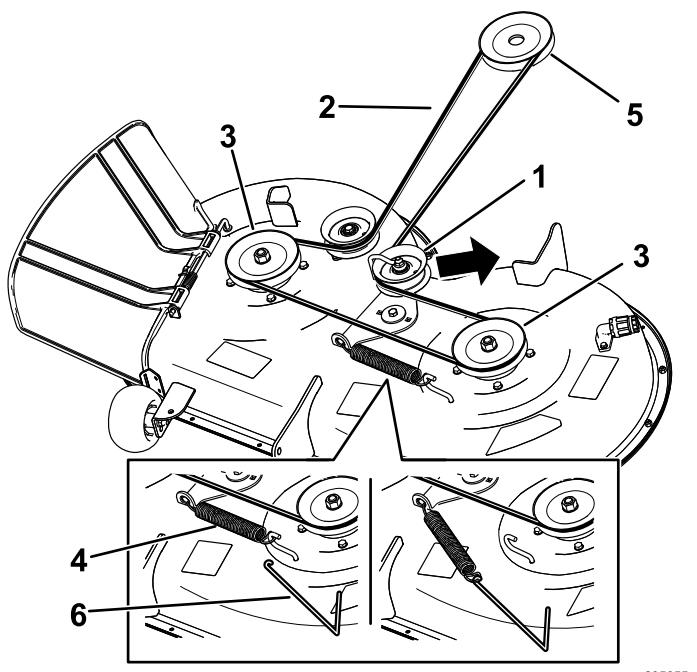

Figure 51
6. À l'aide d'un outil de dépose de ressort (réf. Toro 92-5771), décrochez le ressort du crochet sur le tablier pour détendre la poulie de tension et déchaussez la courroie des poulies (**Figure 51**).
- 7. Acheminez la courroie neuve autour de la poulie du moteur et des poulies du tablier de coupe (**Figure 51**).
- 8. À l'aide d'un outil de dépose de ressort (réf. Toro 92-5771), accrochez le ressort au crochet situé sur le tablier, afin d'exercer une tension sur la poulie de tension et la courroie du tablier de coupe (**Figure 51**).